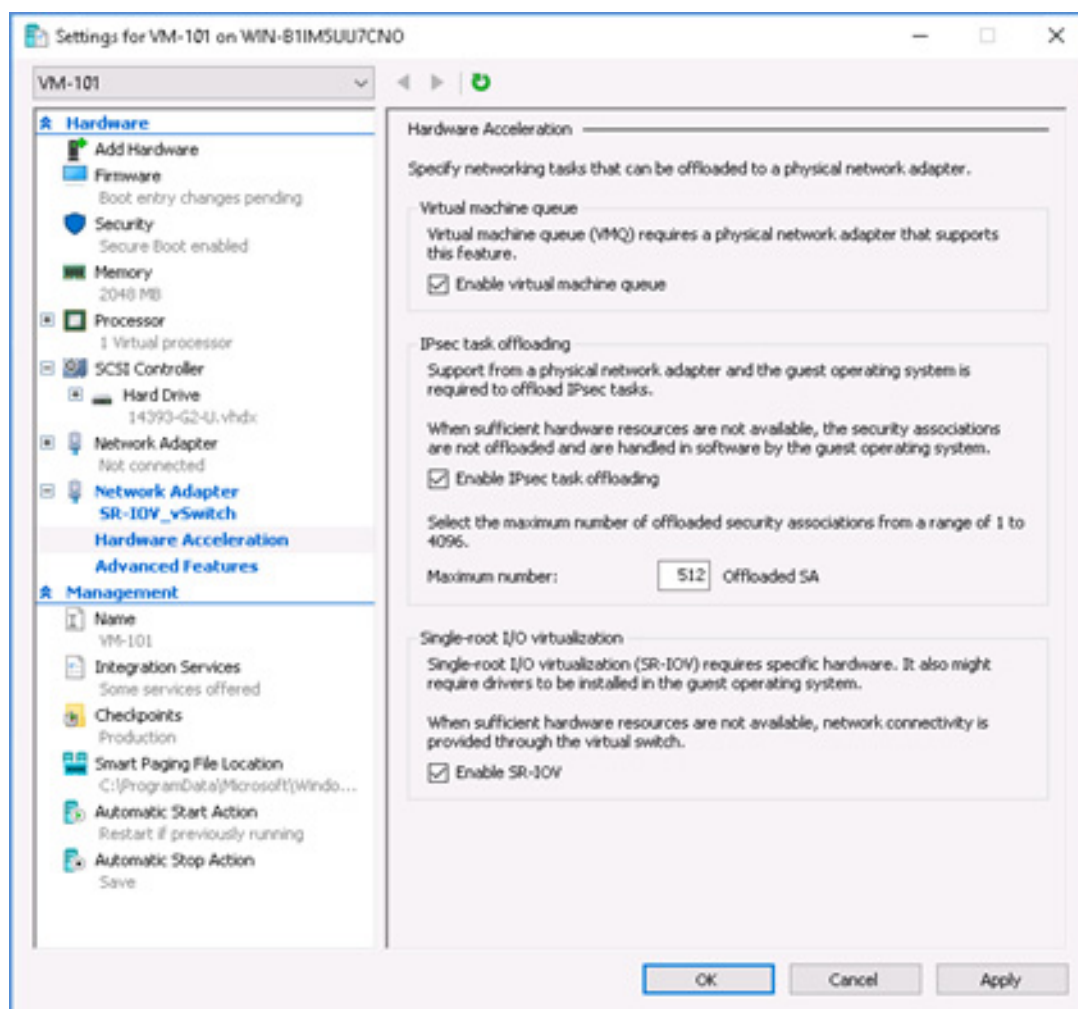

Ilustración 12-5. Configuración de VM: Activar SR-IOV
12. Para crear una máquina virtual (VM) y exportar la función virtual (VF) a la VM:
- d. En el cuadro de diálogo Settings for VM <VM_Name> (Configuración de VM <Nombre_MB>) (Ilustración 12-5), en la página Hardware Acceleration (Aceleración hardware), en **Single-root I/O virtualization** (Virtualización de E/S de raíz única), seleccione la casilla de verificación **Enable SR-IOV** (Activar SR-IOV) y, finalmente, haga clic en **OK** (Aceptar).